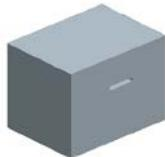

图 13.13 着色后的体积块
Step5. 在“体积块分割”操控板中单击 **体积块** 按钮，在“体积块”界面中单击 **1 体积块_1** 区域，此时模型的下半部分变亮，如图 13.13 所示，然后在选中的区域中将名